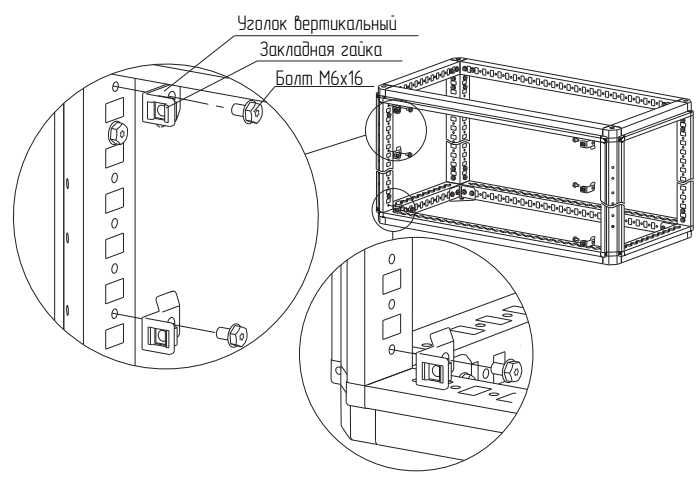

Рисунок 52
4.28.2 В уголки установить закладные гайки и закрепить на каркасе болтами М6×16 в местах, соответствующих высоте фальш-панели внешней компенсирующей (рисунок 52). Момент затяжки – 7 Н·м.